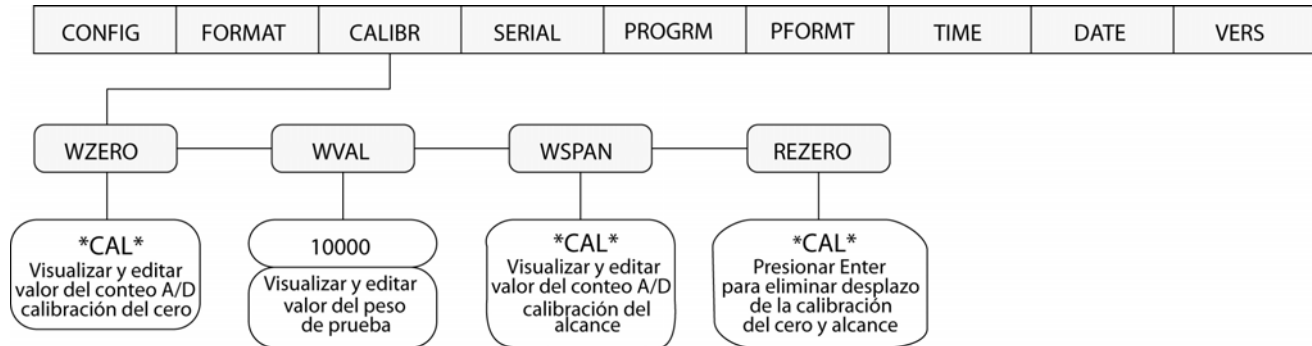

Figura 4-1. Menú de calibración (CALIBR)
2. Presionar \triangleright hasta que la pantalla muestre *CALIBR* (ver la Figura 4-1). Presionar ∇ para ir a la calibración de cero (*WZERO*).